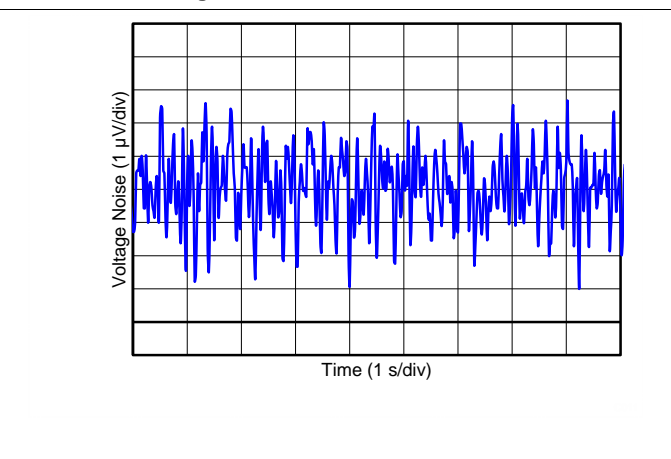

Figure 6. 0.1Hz 至 10Hz 输入电压噪声
0.1Hz 至 10Hz 输入电压噪声 (5.5V)	<a href="#">Figure 6</a>